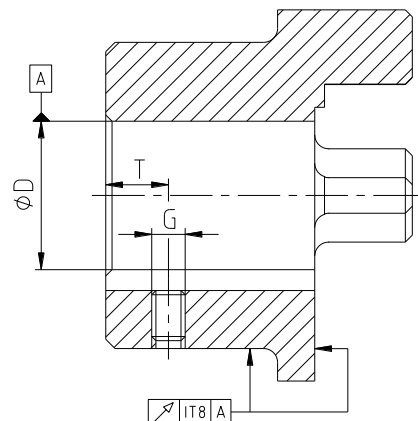

Bild 9: Rund- och plangångsnoggrannhet
- Om kunden själv utför navborrningen måste rund- resp. plangångsnoggrannheten (se bild 9) säkerställas.